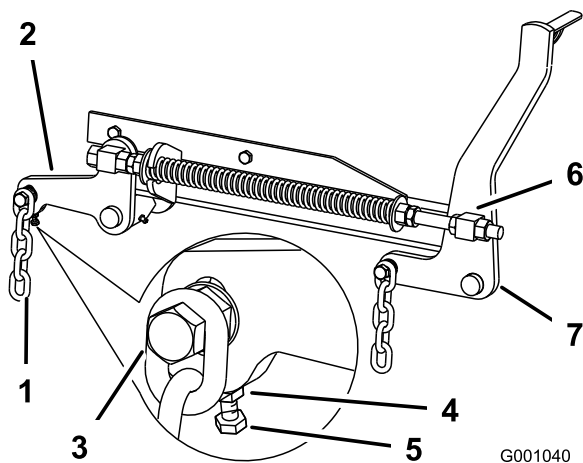

Figura 81
7. Si las medidas realizadas en las posiciones B o C no son correctas, afloje el perno que fija la cadena trasera al brazo de soporte trasero (Figura 81).
8. Afloje la contratuerca situada debajo del brazo de soporte trasero y ajuste el perno de ajuste hasta obtener una medida de 80 a 83 mm (Figura 81).
7. Afloje las contratuercas de pivote delantero, en la parte delantera de los pivotes derecho e izquierdo, unos 13 mm (Figura 81).
8. Ajuste las tuercas de elevación en el lado izquierdo y derecho de la máquina hasta obtener una distancia de 6 a 10 mm menos en la parte delantera en A que en la parte trasera, en B (Figura 81).